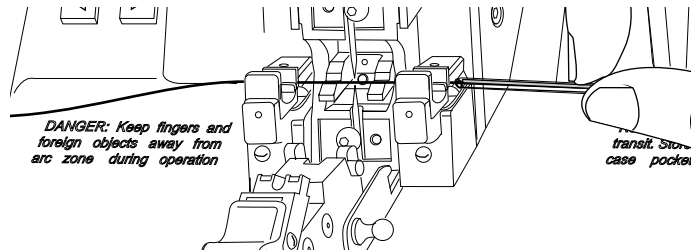

Abbildung 22
- a) Plazieren Sie den Spleißschutz neben die Faserklemme (siehe Abb. 22).